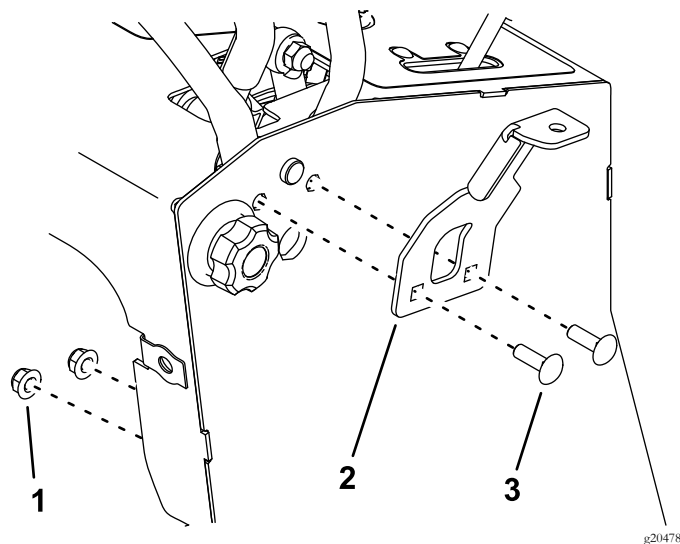

Figure 2
1. Des deux côtés de la machine, fixez un support à l'aide de 2 boulons de carrosserie (5/16 x 1 po) et de 2 écrous (5/16 po), comme montré à la Figure 2.